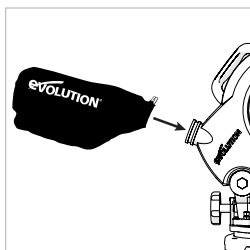

Fig. 29
- Faites glisser le sac à poussière sur le port d'extraction de poussière, en vous assurant que la pince à ressort serre le port soutenant le sac à poussière solidement en place. **(Fig. 29)**